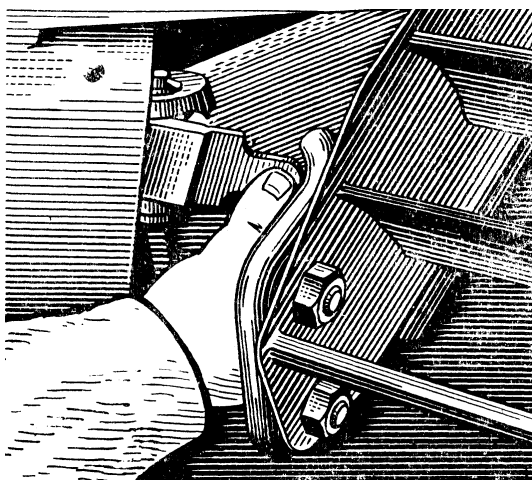

Рис. 42. Зняття зі стопора дверей десантного відділення
- помічник гранатометника та стрілець, які займають місця в десантному відділенні останніми, перед входом у машину знімають зі стопорів натисканням на голівку стопора задні двері (рис. 42), потім, беруть рукою за внутрішню рукоятку двері, входять у машину, закривають двері, рукоятку ставлять на засувку, після чого обертанням штурвала застопорюють двері; після закриття дверей виймають із сумок шоломофони, під'єднують їх до апаратів ТПУ та відкривають кожухи приладів ТНПО-170А в задніх дверях повертанням рукояток вгору до упору, після чого переводять автомати в бойове положення;